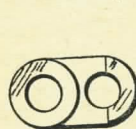

Рис. 44.
89. **Серьга** (рис. 44) служит для соединения ствола с рамкой и для сцепления и расцепления